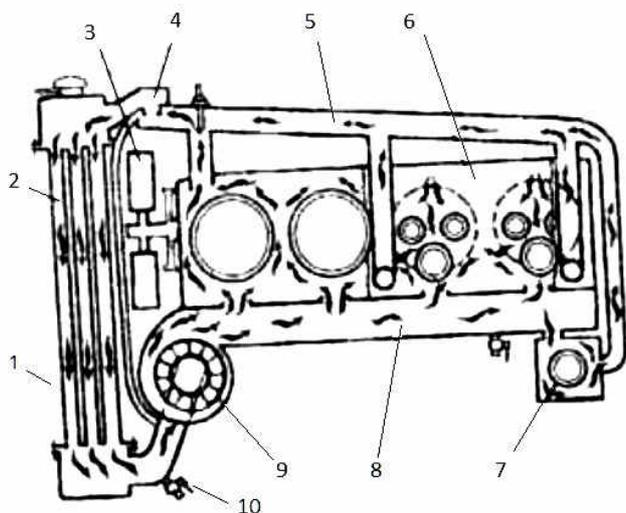

Рис. 3.1. Схема жидкостной системы охлаждения
1. Обозначьте в соответствии с нумерацией (1-10) детали приборов жидкостной системы охлаждения (рис. 3.1.)